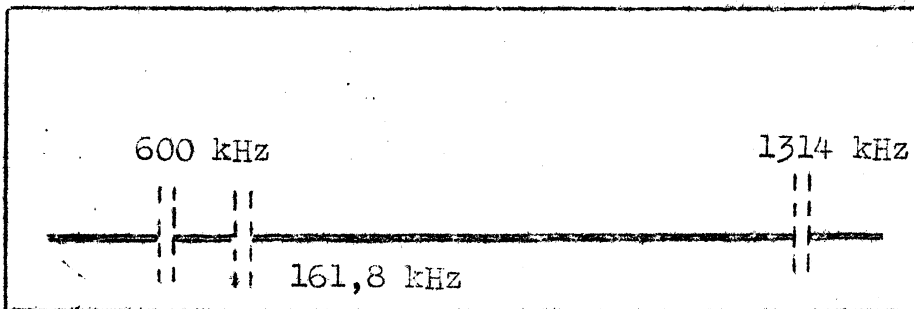

Bild 1 Skala AEG 2 M 16 W
- 3.) Abgleich: Hauptschalter auf Mittelbereich schalten, Antennenkopplung so stellen, dass der bewegliche Spulensatz gegen den festen einen Winkel von  $45^\circ$  bildet. Meßsender auf 1314 kHz, Skalenzeiger des Empfängers auf Eichmarke 1314 kHz einstellen, dann C-Quetsche (Pos.11, zwischen Endröhre 164 und Sperrkreis unterhalb Spulensatz gelegen) mittels Isolierschraubenziehers abgleichen (siehe Bild 1).
L-Abgleich nicht vorhanden; zur Kontrolle Meßsender auf 600 und 161,8 kHz (= Huizen) bringen und Zeigerstellung bei diesen Frequenzen auf Deckung mit den Eichmarken der Skala prüfen (siehe Bild 1).